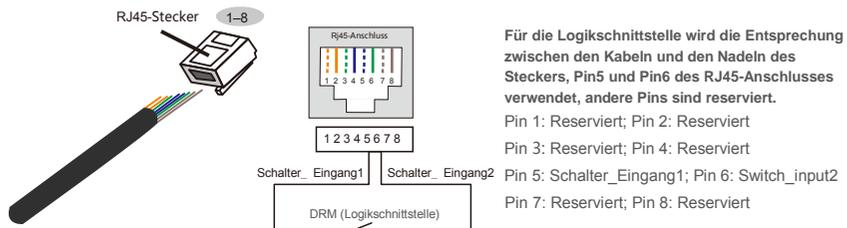

Abbildung 5.31 Abisolieren der Isolationsschicht und Anschluss an RJ45-Stecker
2. Verwenden Sie den Netzwerk-Abisolierer, um die Isolierschicht des Kommunikationskabels zu entfernen. Schließen Sie das Kabel gemäß der Standardleitungsbelegung in Abbildung 5.31 an den RJ45-Stecker an und verwenden Sie dann ein Crimpwerkzeug für Netzwerkkabel, um es zu befestigen.